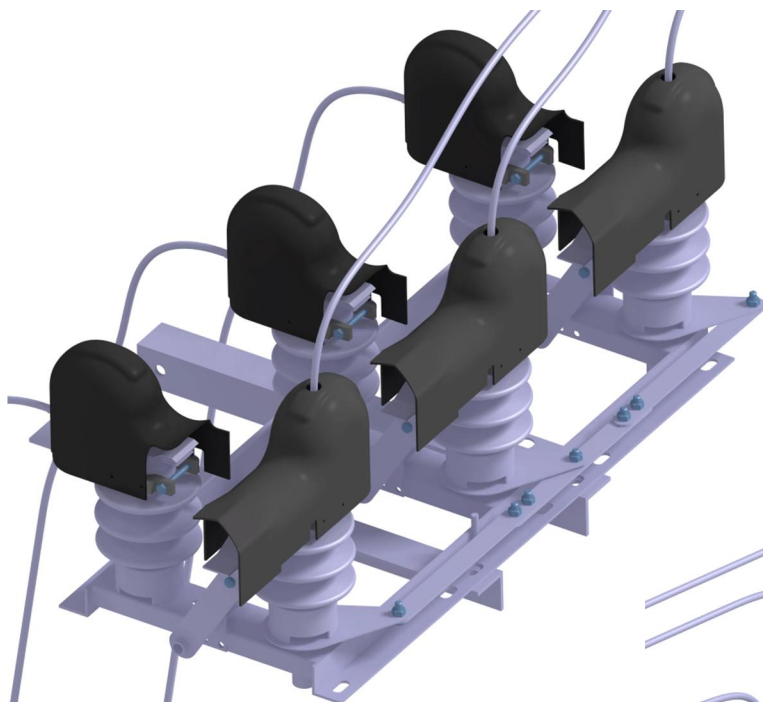
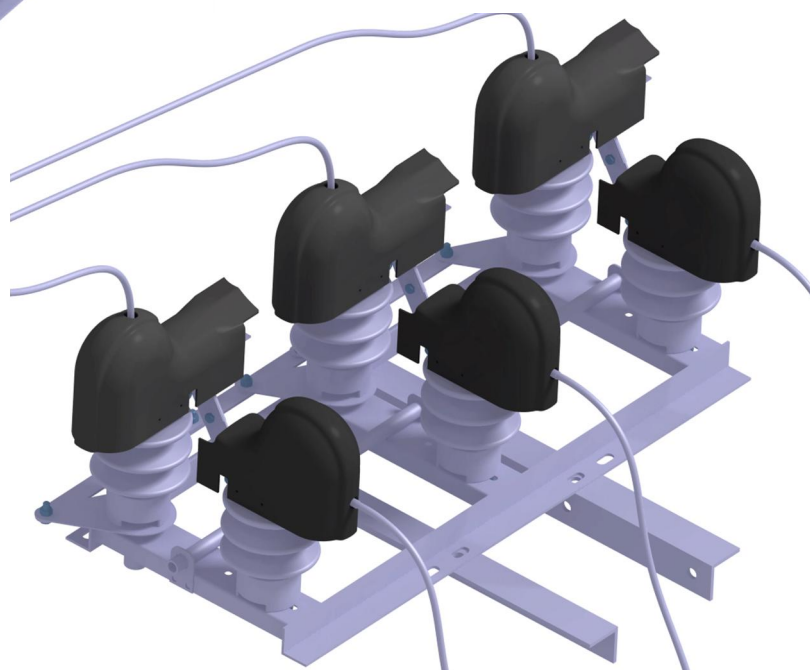

Рис.9
Рис.10
3.6. Произвести проверку отсутствия помех для главных и заземляющих контактов (Рис.9, Рис.10) при движении контактов во всём диапазоне. В случае задевания корпуса необходимо произвести доработку путём подрезки корпуса в соответствующих местах.